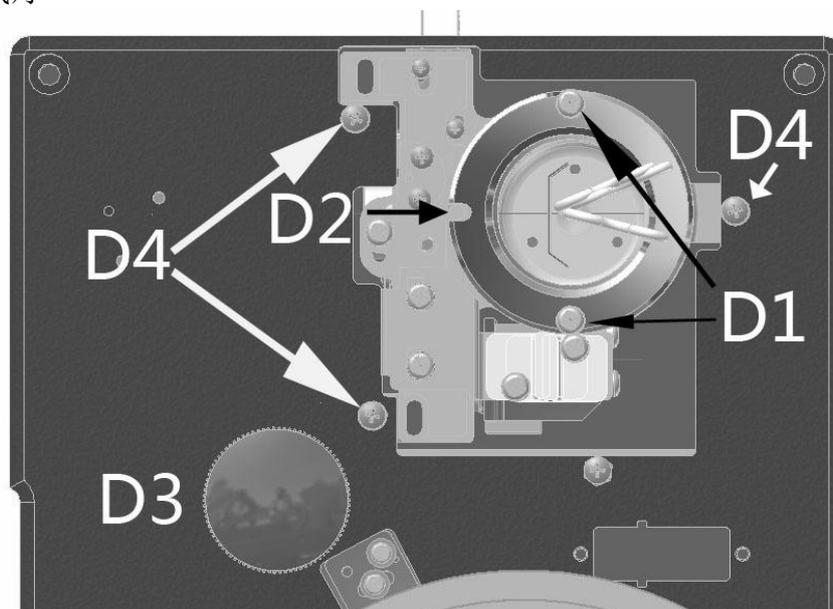

图 6.1.3.1
1.打开上盖，卸下氘灯电源线及2个固定氘灯的螺丝D1(如图6.1.3.1箭头D1)，取出旧氘灯
2.将新氘灯装入灯室，注意图6.1.3.1中D2处氘灯安装方向，用螺丝D1固定并连接电源线，氘灯电源线必须按照颜色接线。